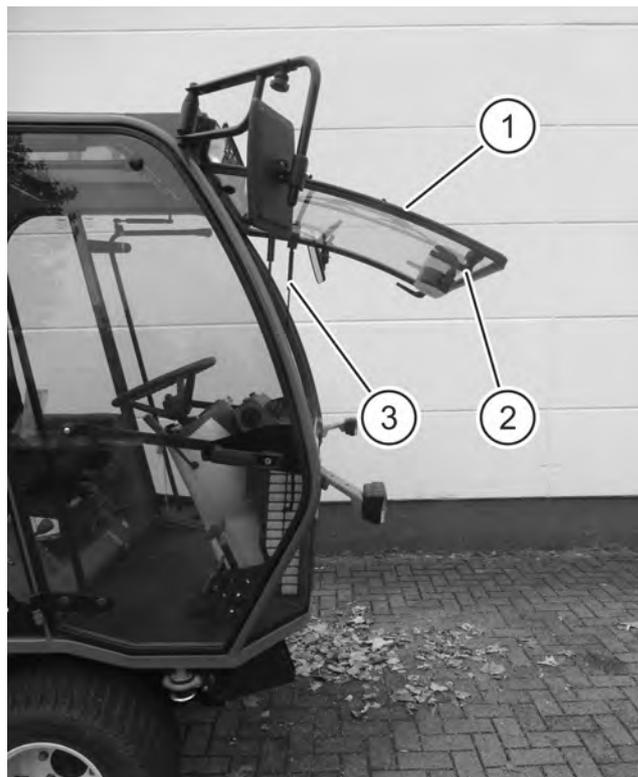

ABB. 80
ABB. 80: Zur Belüftung der Kabine kann die Frontscheibe (1) nach vorne aufgeklappt werden. Beide Fensterriegel (2) entriegeln und die Frontscheibe bis in die gewünschte Stellung nach vorn drücken. Die beiden Gasdruckdämpfer (3) halten die Frontscheibe in der gewünschten Position.